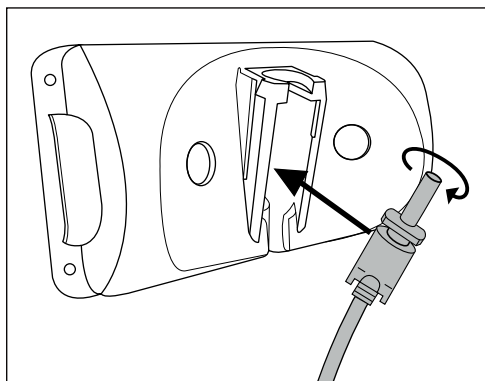

Fig. 1
- ▶ Asegúrese de que no haya cables eléctricos ni otros conductos o tuberías en la pared justo en el sitio donde desee taladrar los orificios para el soporte mural ③. ¡Existe peligro de muerte si se taladra un cable eléctrico!
- 1) Inserte el conector coaxial ⑤ de la fuente de alimentación ④ en el soporte mural ③ de la manera indicada en la siguiente figura. Gire el conector coaxial ⑤ para fijarlo (consulte la fig. 1).